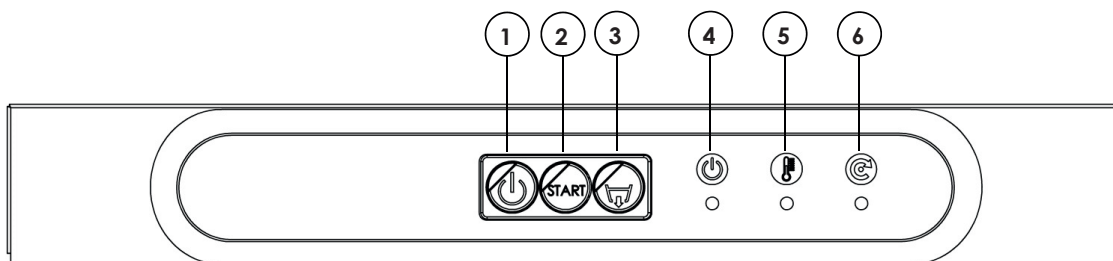

Fig. 14b
3. laisser vidanger totalement le lave-vaisselle, si le lave-vaisselle est doté d'une pompe de vidange, l'actionner en appuyant sur le BOUTON POMPE DE VIDANGE (3 fig. 14b, 14c)